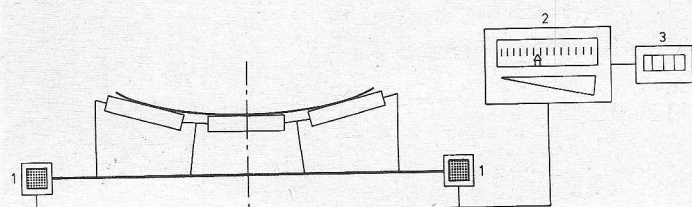

Fig. 3
3. Bij lopende banden met of zonder automatische compensatie van bandsnelheidsvariaties (fig. 3).